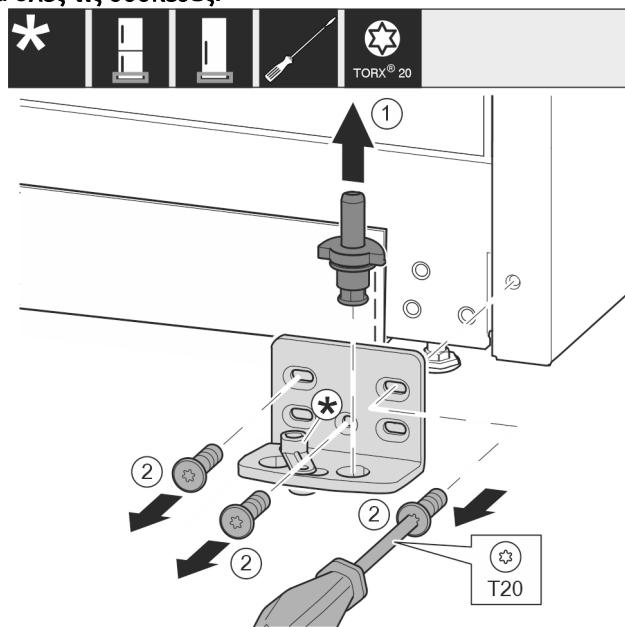

Fig. 11
- Τραβήξτε έξω ολόκληρο τον πείρο προς τα επάνω. Fig. 11 (1)
- Ξεβιδώστε τις βίδες με κατσαβίδι T20 και αφαιρέστε το στήριγμα. Fig. 11 (2)